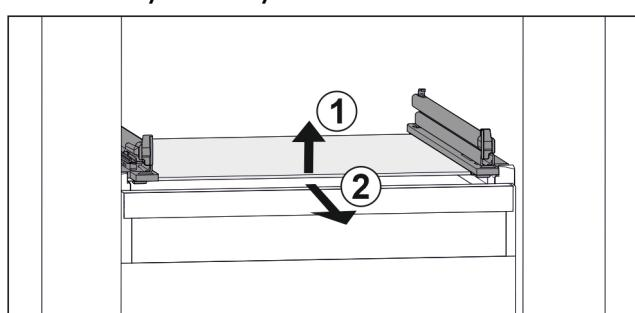

Fig. 59 Приближене відображення скляної пластини
- Підняти скляну пластину спереду. Fig. 59 (1)
- Вийняти скляну пластину рухом вперед. Fig. 59 (2)